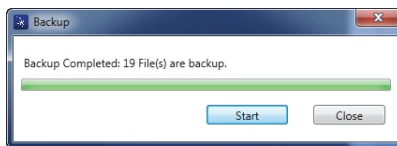

图 7-27 备份对话框（完成）
5. 当备份操作完成时，点击 **Close**（关闭）（参见第 202 页的图 7-27）。